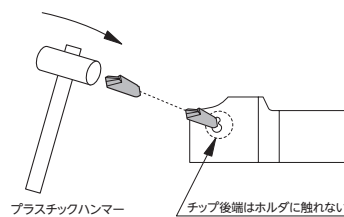

Fig. 1 取付け方法
1. チップは、プラスチックハンマーで軽く叩いて押し込んでください(Fig. 1)。